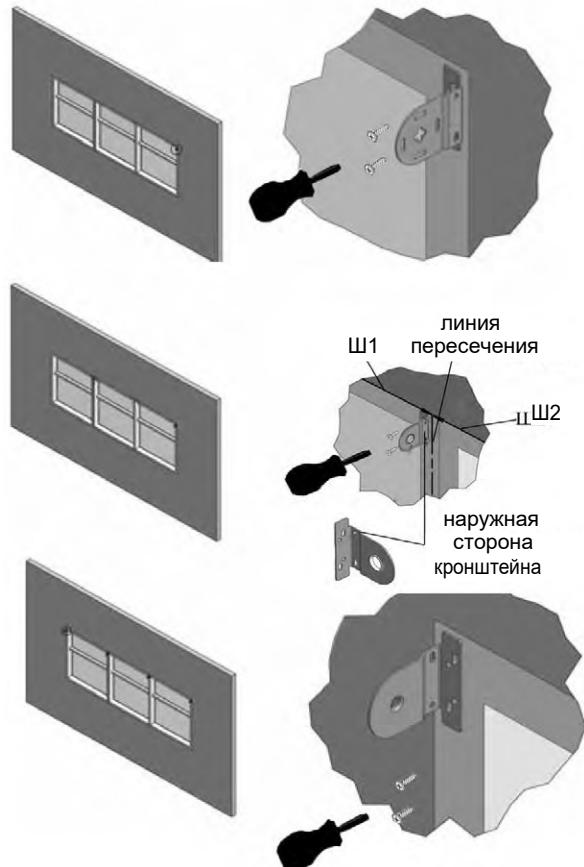

Рис. 9. Установка кронштейнов для MONO AMG
1. Разметить предполагаемые места установки кронштейнов, расстояние между которыми является шириной готового изделия. Место установки промежуточных кронштейнов необходимо разметить таким образом, чтобы их наружная сторона оказалась на линии, до которой велись измерения при замере (Рис.9). ВНИМАНИЕ! Установка изделия должна осуществляться по уровню горизонта.
3. Прикрутить 2 саморезами* (при необходимости использовать дюбели*) каждый кронштейн, начиная с правого, используя пластину подкладочную для MONO/DOUBLE AMG (Рис. 9).